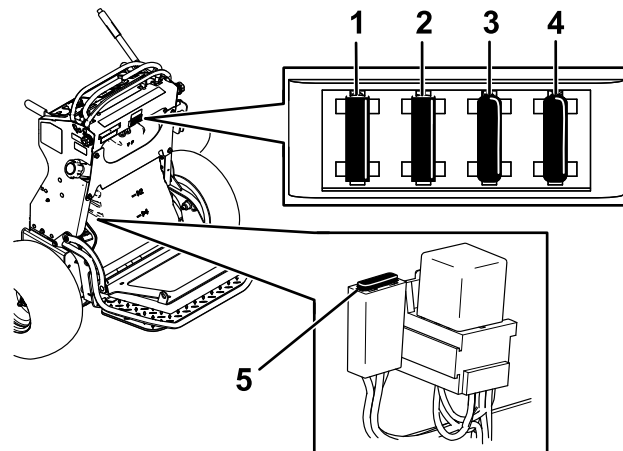

Figura 52
5. Retire el fusible y cámbielo (Figura 52).